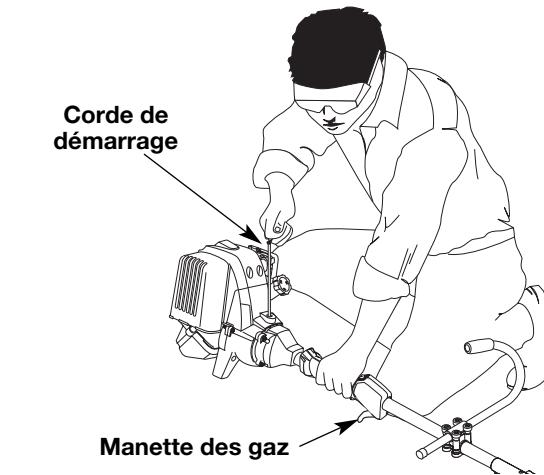

Fig. 13
4. Levez-vous en position de départ et **n'appuyez pas sur la manette des gaz** (Fig. 13). Tirez sèchement sur le cordon de démarrage jusqu'à 5 à 10 fois.